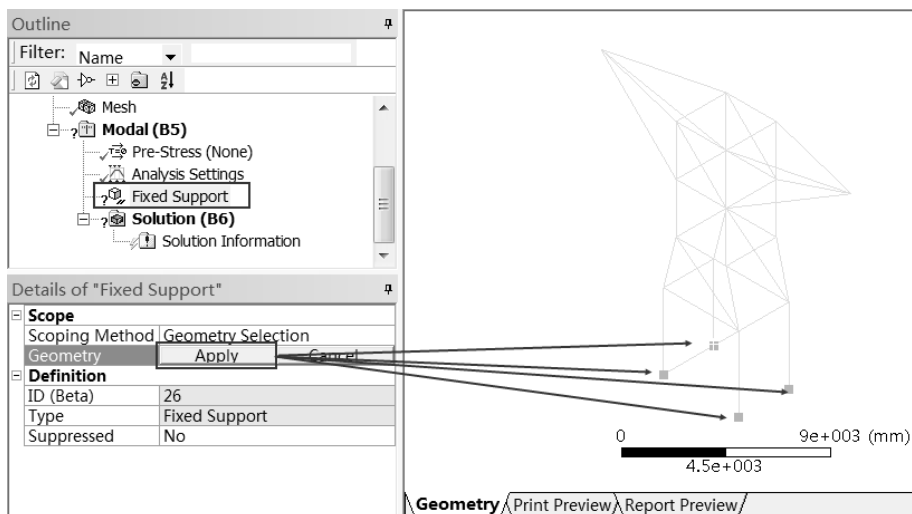

图 8-16 施加固定约束
Step3：单击工具栏中的 （选择点）按钮，然后选择工具栏 按钮中的 ，使其变成 （框选择）按钮，选择 Fixed Support 选项，选择塔架的下端四个节点，单击 Details of “Fixed Support” 中 Geometry 选项下的 **Apply** 按钮，即可在选中面上施加固定约束，如图 8-16 所示。